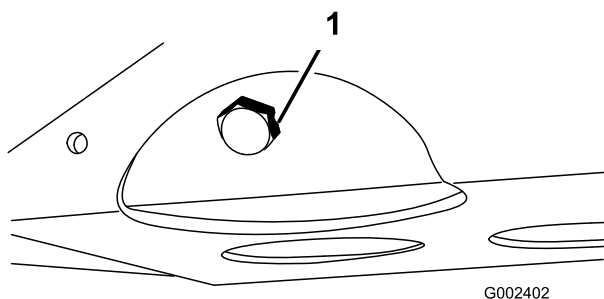

Figura 43
2. Retire o tampão de escoamento () e deixe o óleo escorrer para um recipiente adequado (Figura 43). Quando o óleo parar, volte a montar o tampão de escoamento.